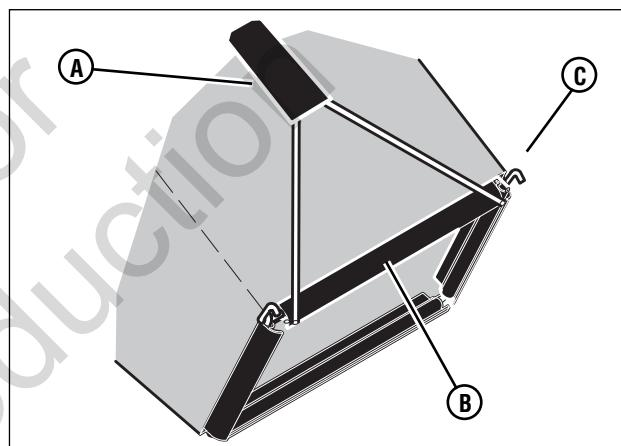

Figura 6: Instalación de los ganchos de la bolsa
2. Verifique que la manija (**A**, **Figura 6**) está en el lado exterior de la bolsa de césped.